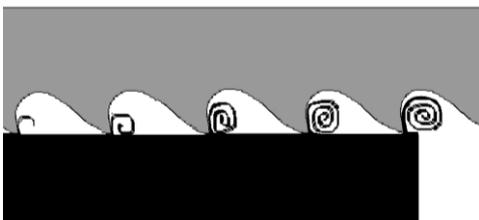

Figure 10-1 : Sélection du pas de la lame
- Les pièces avec des grandes sections transversales et solides nécessitent des dents très espacées afin de permettre l'accès à un plus grand volume de copeaux et pour une meilleure pénétration des dents (Fig 10-1).